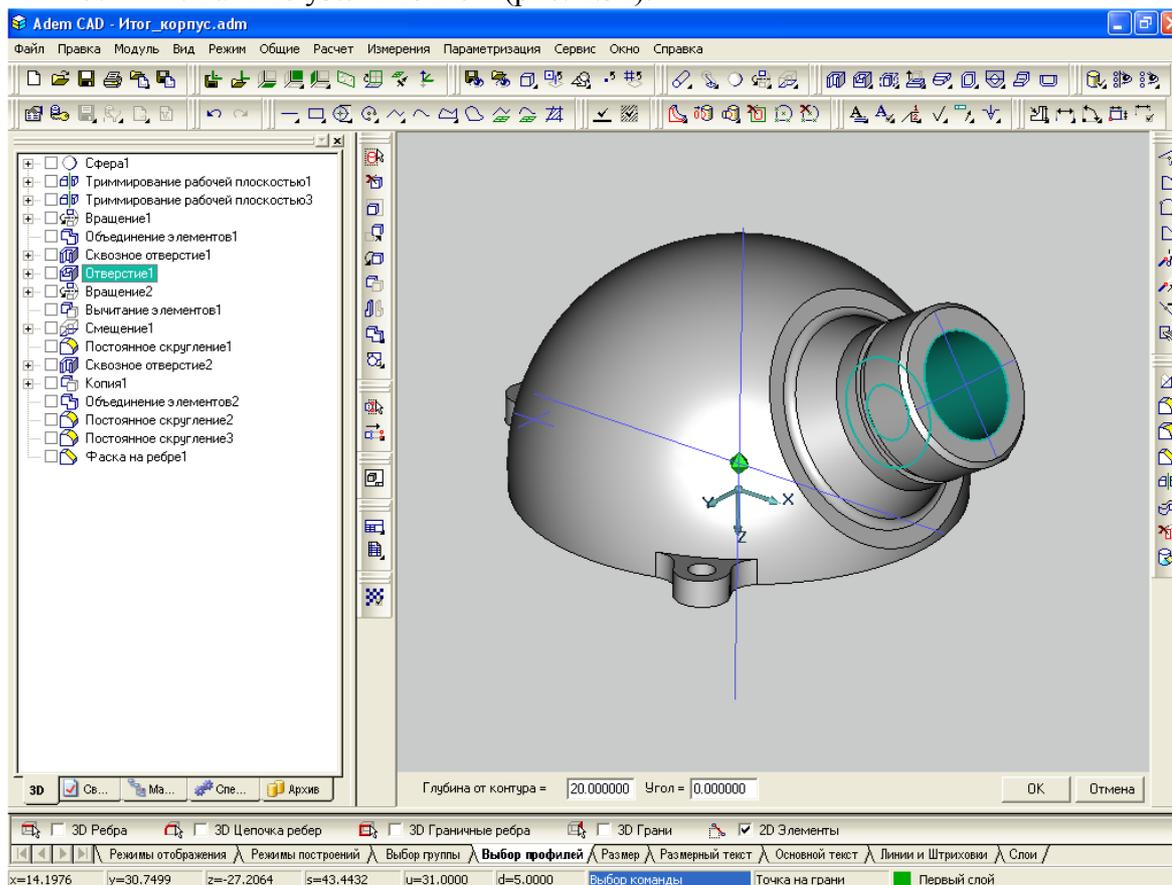

Рис. 2.31 Объемная модель корпуса. Редактирование отверстия.
Для редактирования объемной модели можно использовать дерево модели. Дерево содержит все элементы, из которых состоят 3D модели (рис. 2.31, слева). Можно изменять параметры элементов дерева и затем перестраивать модель при помощи кнопки регенерации.
3. Нажмите кнопку «Регенерация 3D»  на панели «Редактирование 3D». Модель перестроится в соответствии с внесенными изменениями (см. рис.2.31)